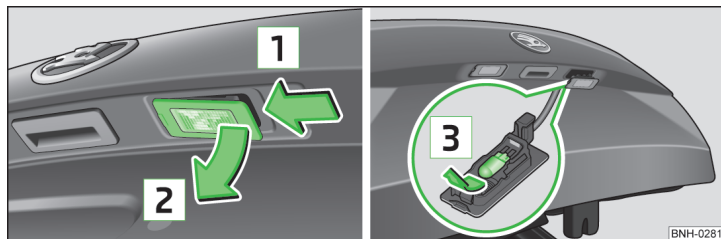

Fig. 155 Desmontar la luz de la matrícula / cambiar la bombilla
- Empujar la lámpara en la dirección de la flecha **1** » fig. 155.